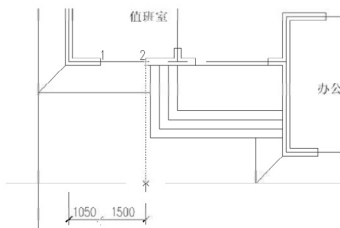

图 3.40 用【连续】标注命令标注尺寸
① 在指定第二条尺寸界线原点或[放弃(U)/选择(S)]<选择>：提示下，捕捉 B 轴线和窗洞口右侧的交点(2 处)，但不单击，将光标向下慢慢拖动至辅助线上，出现交点捕捉后(如图 3.40 所示)单击。